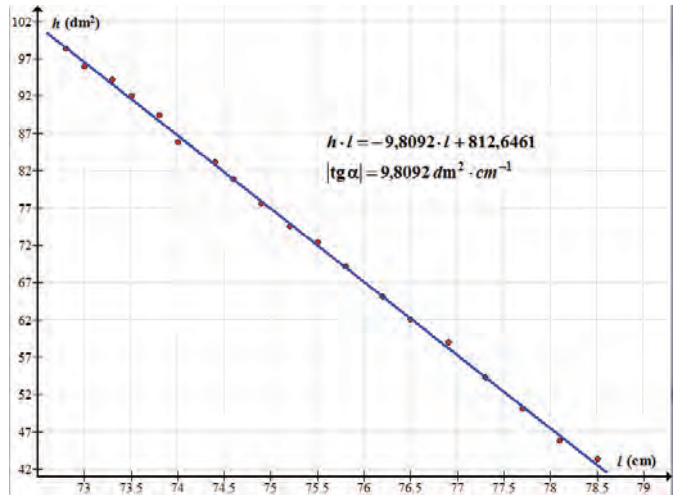

Fig. 5
□ Din graficul trasat cu programul (fig. 5), se determină panta dreptei: